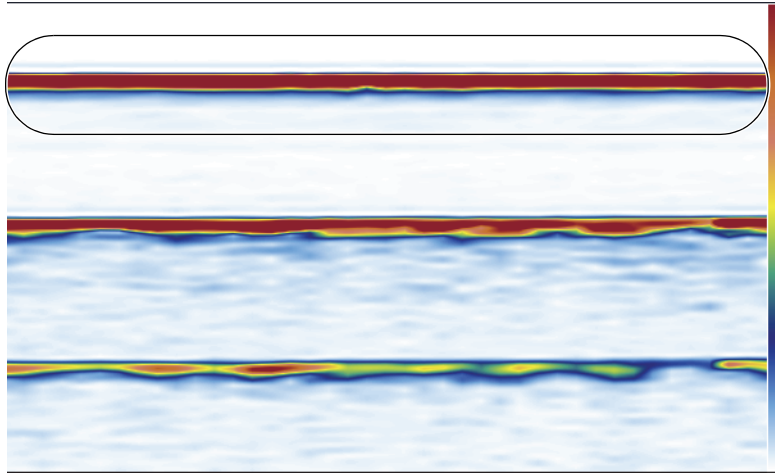

图 4-4 S扫描显示的示例
7. 确保S扫描中没有气泡的信号（参见第61页的图 4-4）。